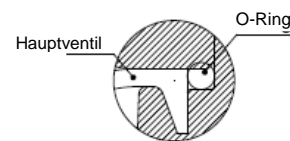

Abb. 5 – Position O-Ring
- Legen Sie den O-Ring in die Nut im Gehäuse ein. Siehe Abb. 5